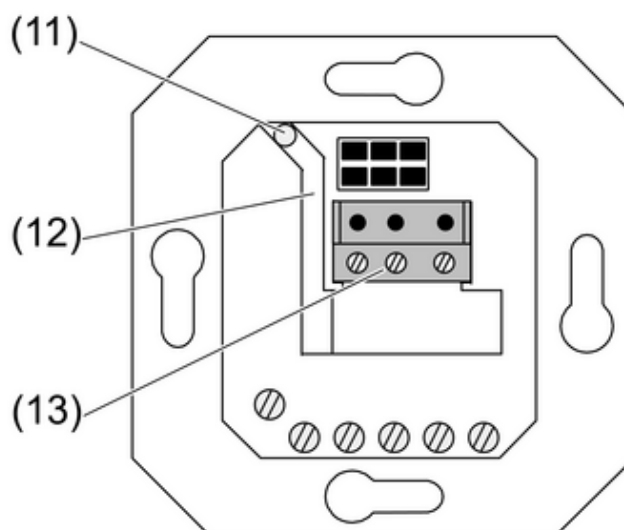
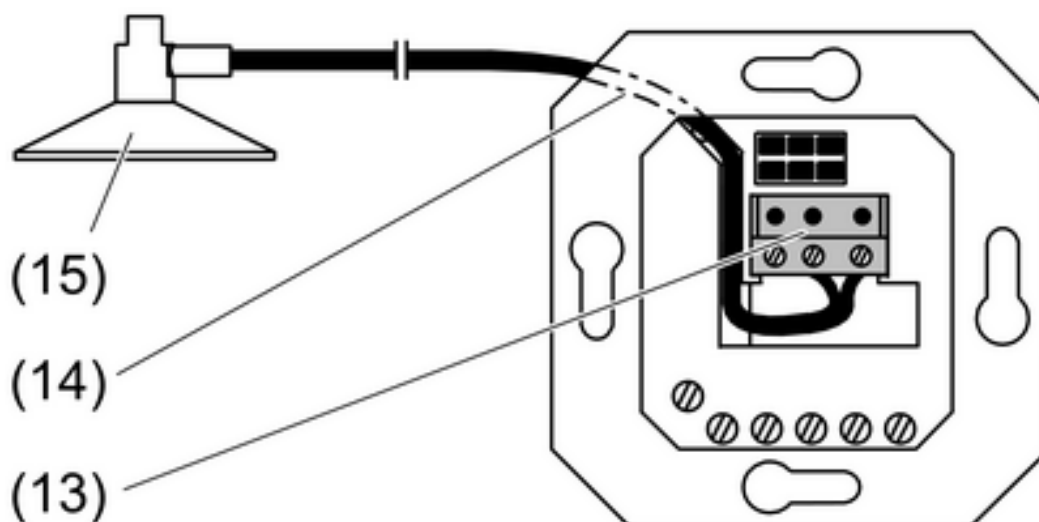
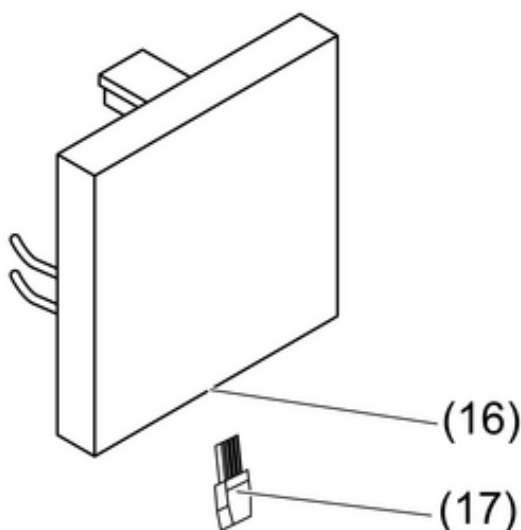

Figura 7: Posa sotto intonaco della linea sensori
Figura 8: Posa sopra intonaco della linea sensori
Figura 9: Sensore solare sull'unità di comando
La linea sensori può essere installata in tre modi diversi. Posa sotto intonaco (figura 7), posa sopra intonaco (figura 8) e, per determinate unità di comando, applicazione della linea sensori sull'unità (figura 9).
- Far passare la linea sensori attraverso il foro (11) dell'unità nella canalina (12), fino al blocco morsetti (13) (figura 7).
- Per la posa sopra intonaco del sensore interno (15) tagliare il connettore.
- Far passare la linea sensori dietro la piastra portante (14) nella canalina, fino al morsetto di collegamento (13) (figura 8).
- Inserire la spina (17) nella presa dell'unità di comando (16) (figura 9).